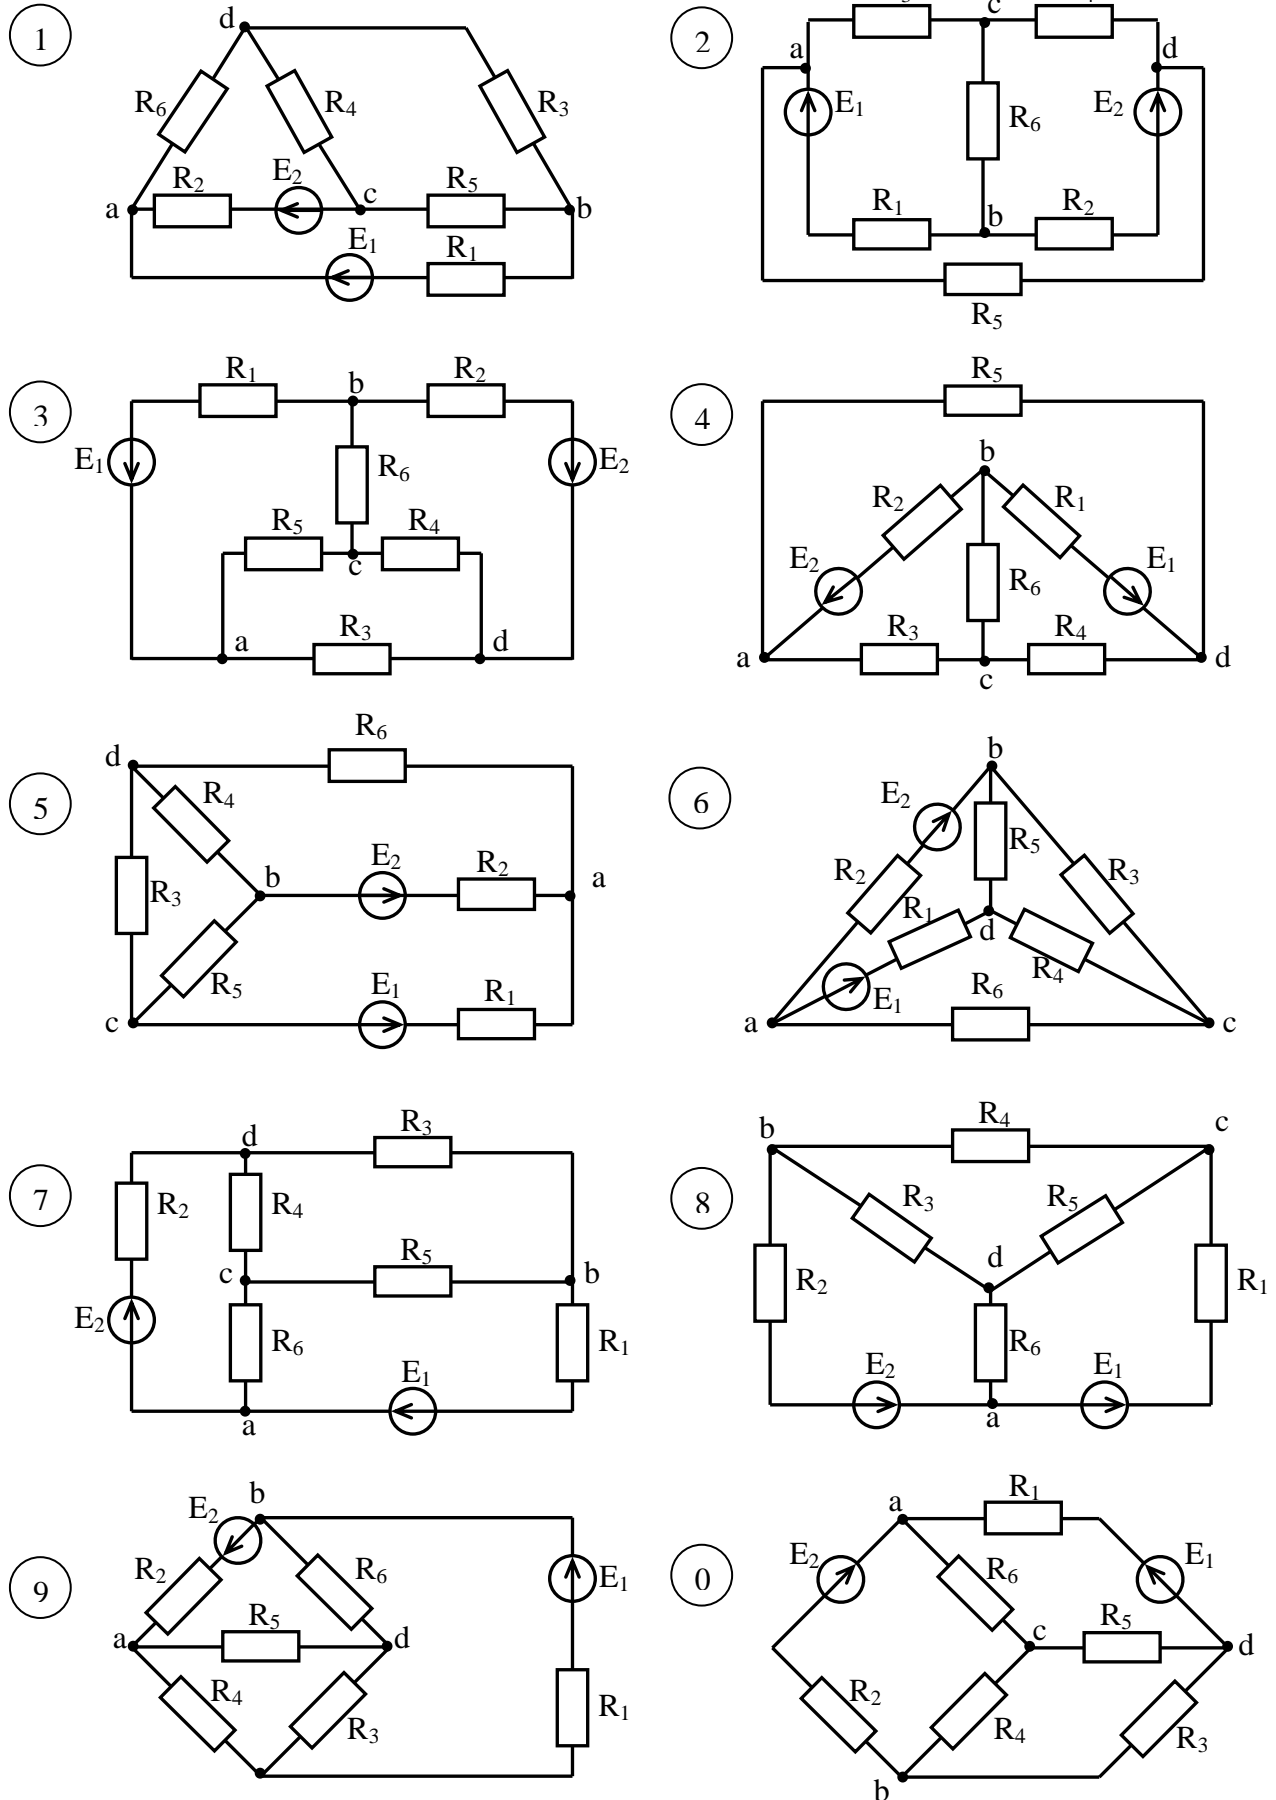

Рисунок 2.1 - Расчетные схемы
1) первая цифра в трехзначном номере варианта, заданного преподавателем, соответствует порядковому номеру строки в таблице 2.1, вторая цифра – порядковому номеру строки в таблице 2.2, третья цифра – номеру схемы на рис. 2.1.